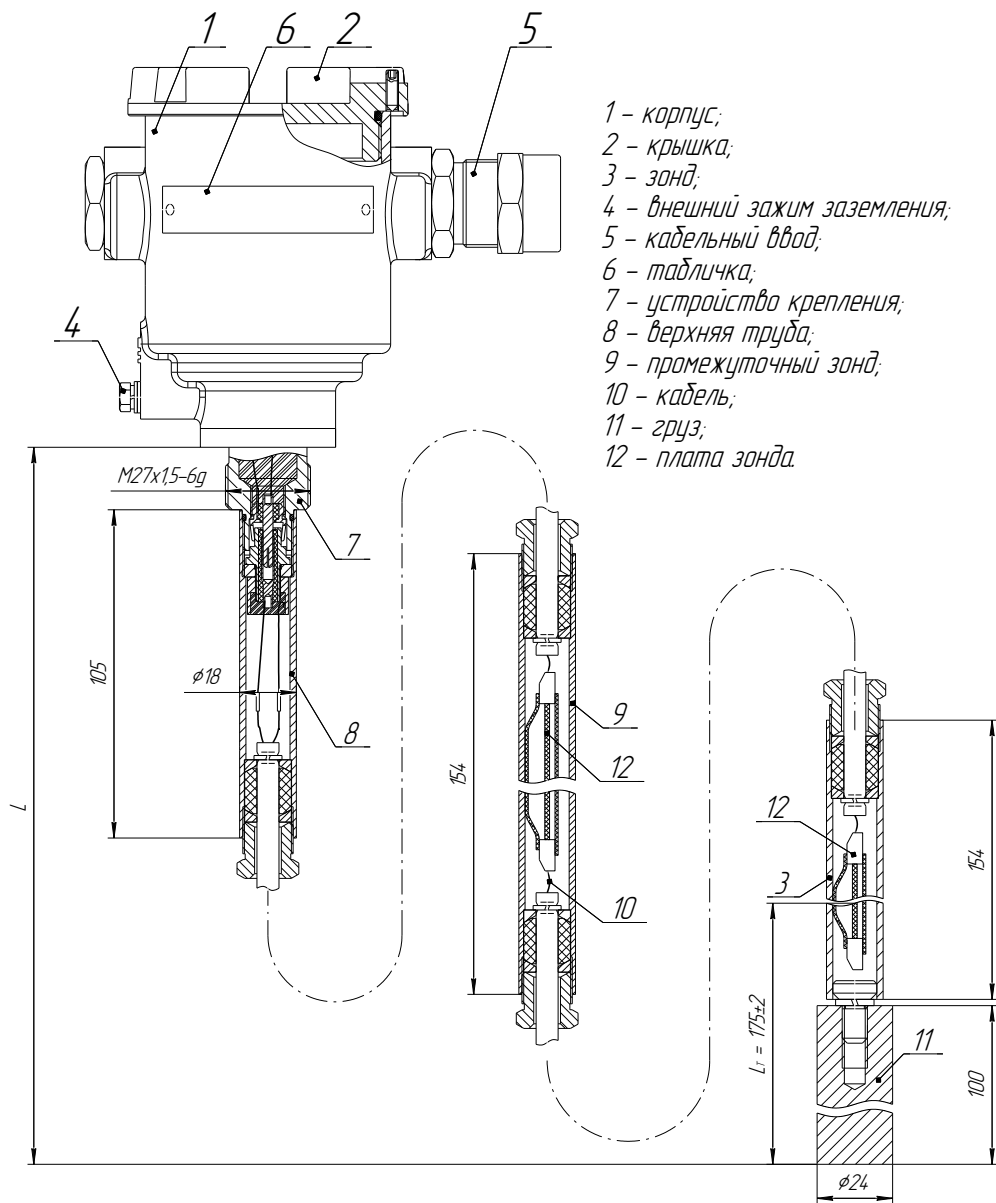

Рисунок 2 – СЕНС ПТ-Б
#### 2.2.5 Преобразователь СЕНС ПТ-Б (рисунок 2).
3.5.5 Сборка преобразователя СЕНС ПТ-Б из составных частей (рисунок 2) проводится одновременно с его монтажом на резервуаре.